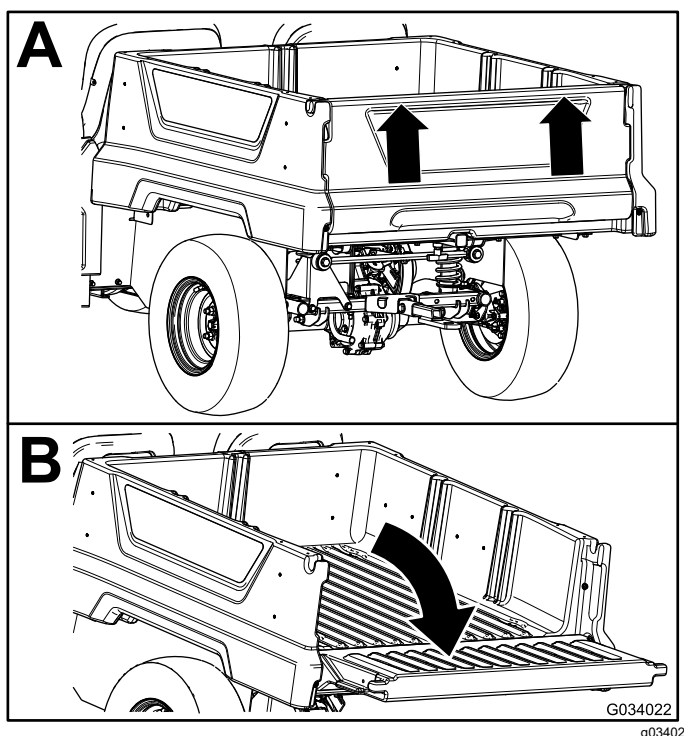

Figura 15
2. Eleve el portón trasero con las dos manos mediante el reborde cerca de la parte superior del portón trasero (Figura 15).
3. Baje el portón hasta que quede nivelado con la parte inferior de la caja de carga (Figura 15).